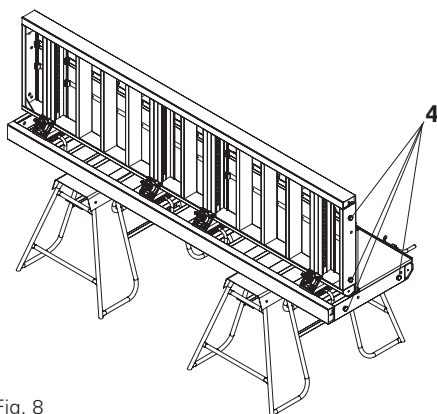

Fig. 8
3. Avvitare e serrare le quattro viti nei due elementi per pilastri. (Fig. 8)